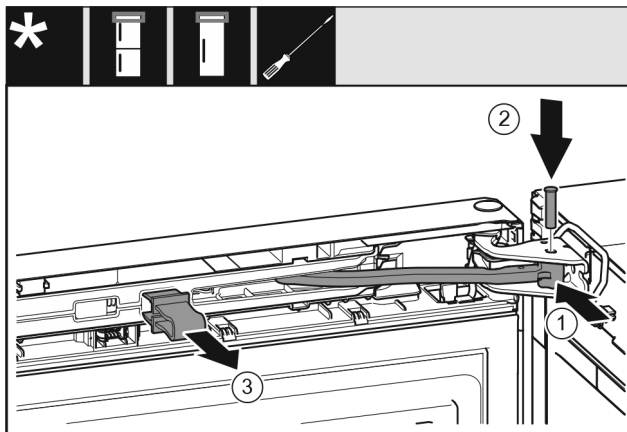

Fig. 25
- ▶ Otočte kloub Fig. 25 (1) ve stojanu ložiska.
- ▶ Vložte čep Fig. 25 (2) do stojanu ložiska a kloubu. Přitom dávejte pozor, aby byla zajišťovací vačka správně usazena v drážce.
- ▶ Pojistku Fig. 25 (3) vytáhněte.